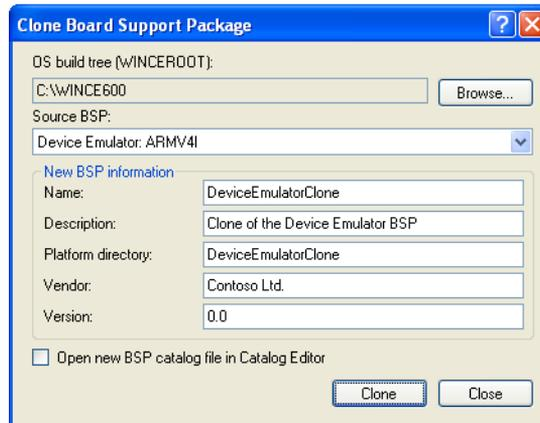

Abbildung 5.10 BSP-Kloninformationen
3. Geben Sie unter **New BSP Information** die in Tabelle 5.12 aufgeführten Informationen ein (siehe Abbildung 5.10):